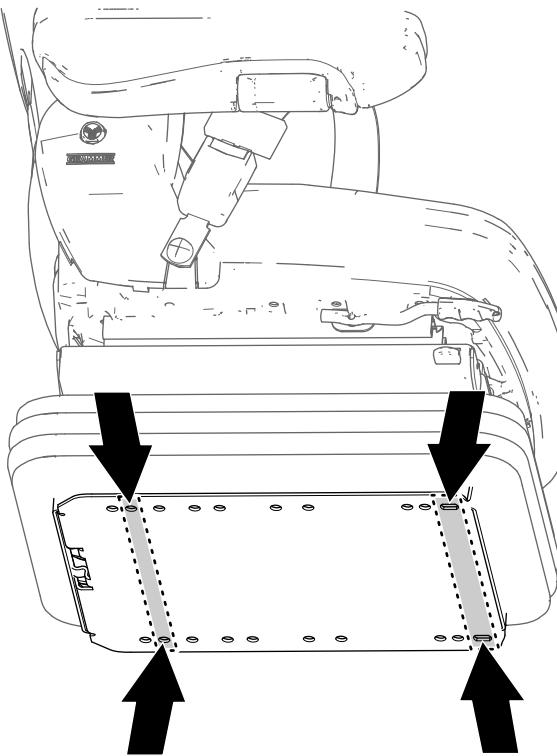

Figure 8
2. Sur la plaque inférieure du nouveau siège, localisez les trous de fixations du siège à votre machine (Figure 8).